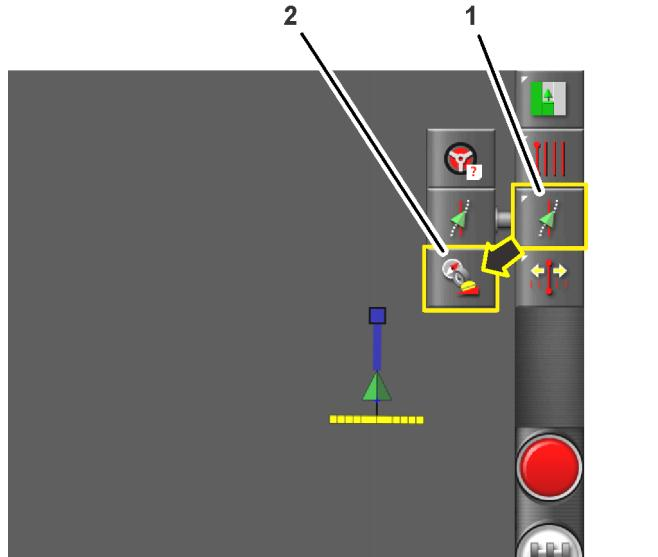

Bild 166
2. Tippen Sie auf das Symbol KALIBRIERUNG DER LENKUNG (Bild 166).